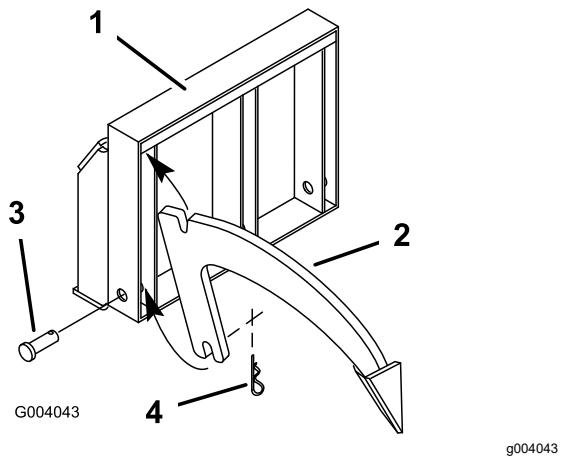

Figure 3
1. Enfilez la fente en haut de l'accessoire dans la barre supérieure, à l'une des trois positions d'accessoires (Figure 3).
2. Pivotez le bas de l'accessoire dans le cadre et fixez-le avec un axe de chape (Figure 3).
3. Fixez l'axe avec une goupille fendue (Figure 3).